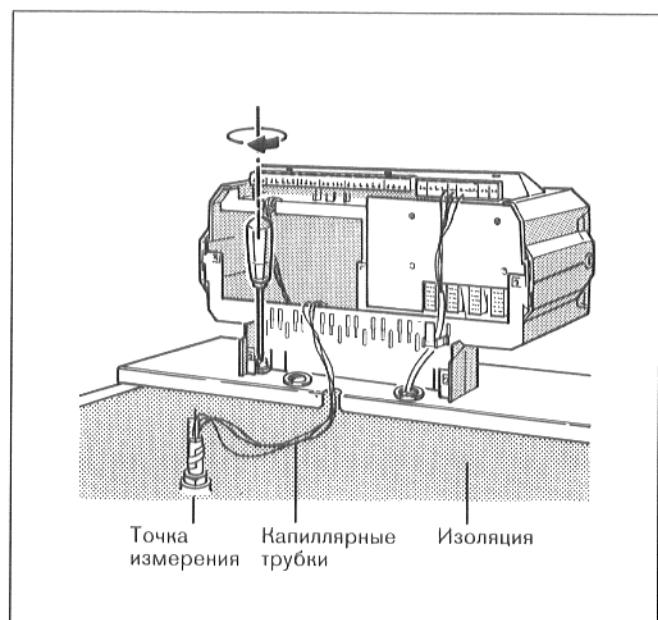

Рис. 24
- Привинтить регулятор двумя винтами, в задних углах кабельного ввода, на переднем кожухе (рис. 24).
- Проложить капиллярные трубы и провод датчика на изоляции котельного блока, назад к точке измерения (рис. 24).